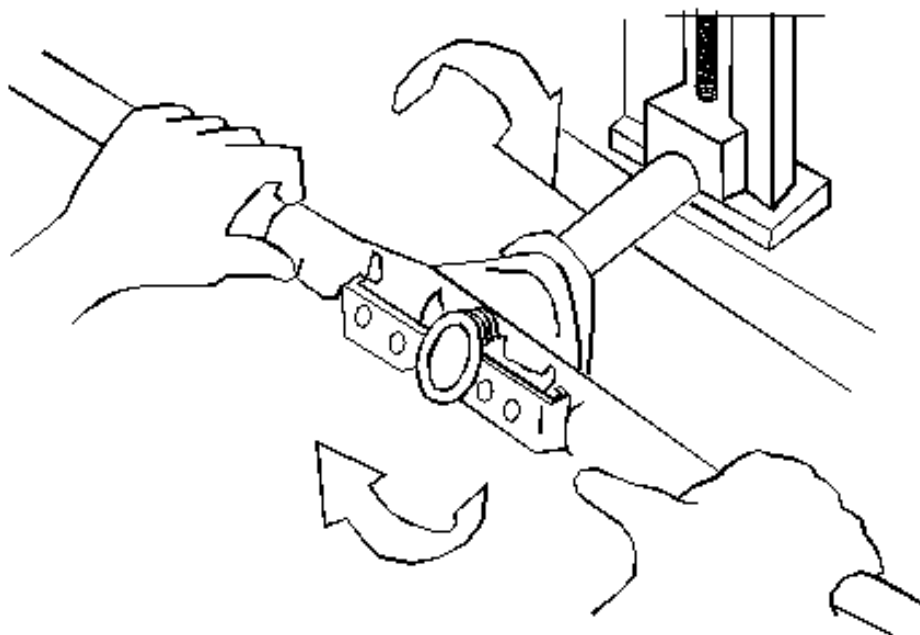

Fig.23
- Una vez preparada la cerraja se ubica en el extremo del tubo y se gira en el sentido de los punteros del reloj, cuando los dados hayan cortado los primeros hilos se impregna la tubería con suficiente aceite y se continúa girando hasta completar el largo del hilo. Fig.23